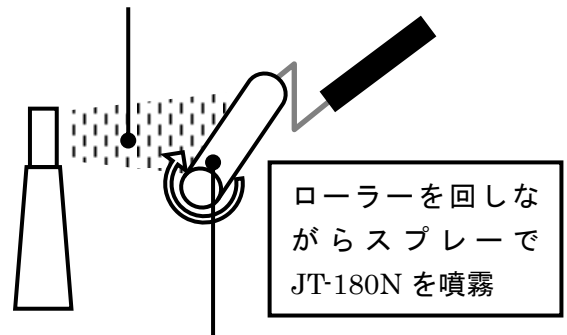

図2
- ・専用ローラーJR-197に転写液JT-180Nを塗布する(図2)。